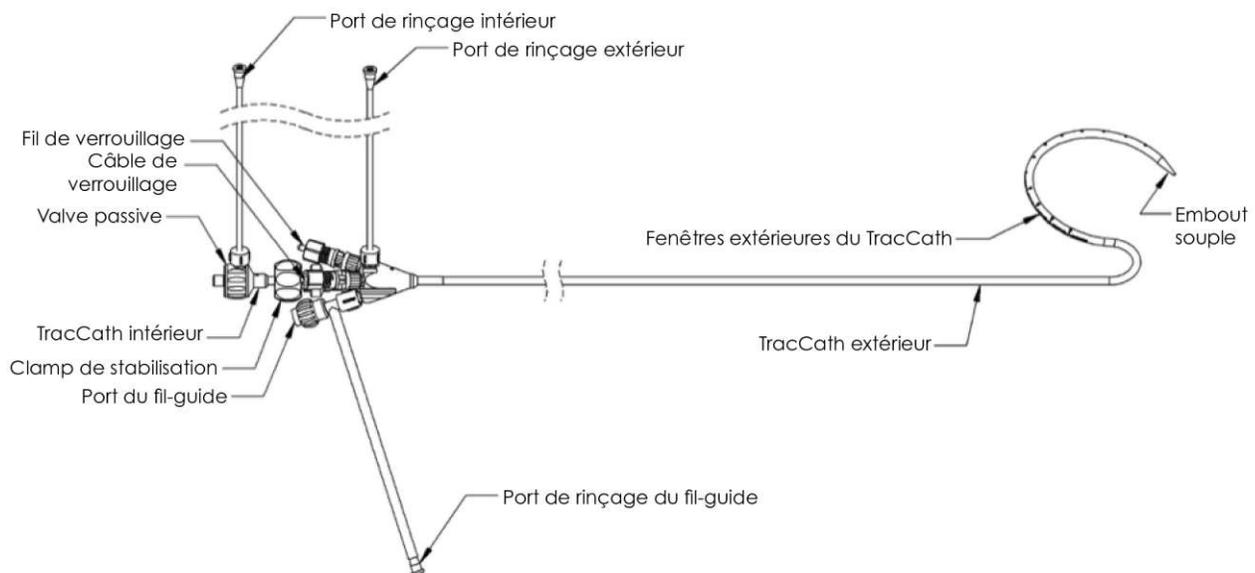

Figure 4. TracCath
- **TracCath** – Cathéter (compatible avec un fil-guide de diam. ext. de 0,018 po) facilitant la pose systématique et précise des ancrs. Le TracCath s'achemine au sein du cathéter-guide. Il comprend un TracCath extérieur doté d'une série de fenêtres et un TracCath intérieur doté d'une seule fenêtre. En alignant les fenêtres des deux TracCath, l'opérateur contrôle le positionnement des cathéters de pose et le déploiement des ancrs. Voir la **Figure 4**.